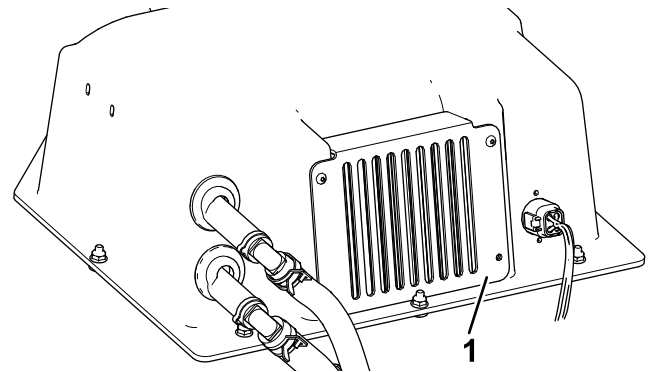

Figura 25
1. Retire la cubierta de acceso al filtro del conjunto de la caja del calentador (Figura 25).